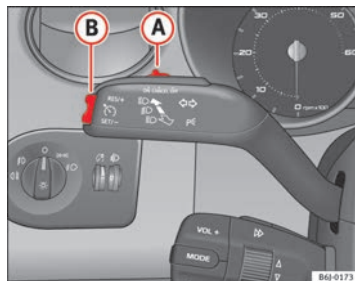

Fig. 111 Leva degli indicatori di direzione e degli abbaglianti: interruttore e tasto di comando del regolatore di velocità
- Spostare verso sinistra l'interruttore ⇒ fig. 111 (B), posizionandolo su **ON**.